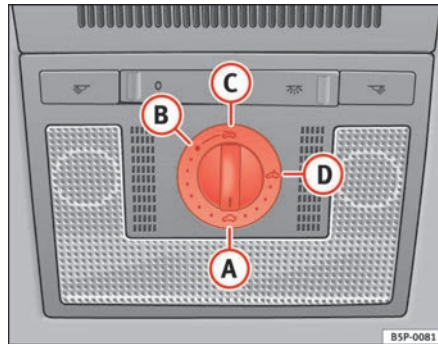

Abb. 69 Ausschnitt aus dem Dachhimmel: Drehschalter Schiebe-/Ausstelldach
- Drehen Sie den Drehschalter in Stellung **A** ⇒ Abb. 69 ⇒ ⚠.